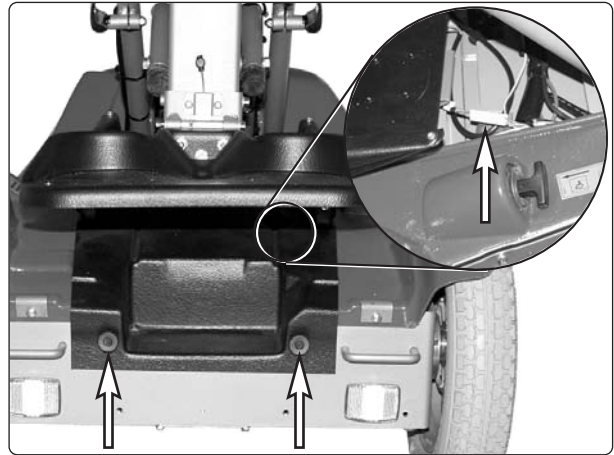

Abb. 8. Die Batterieabdeckung ist mit zwei Griffen an der Vorderkante befestigt. Achten Sie auf die Kabel der Klemmschutzvorrichtung.
2. Schrauben Sie die beiden Befestigungsgriffe an der Vorderkante der Batterieabdeckung ab, siehe Abb. 8.
3. Heben Sie die Batterieabdeckung an der Vorderkante an und schieben Sie sie nach hinten. Teilen Sie das Kabel der Klemmschutzvorrichtung, bevor Sie die Abdeckung ganz abheben, siehe Abb. 8.